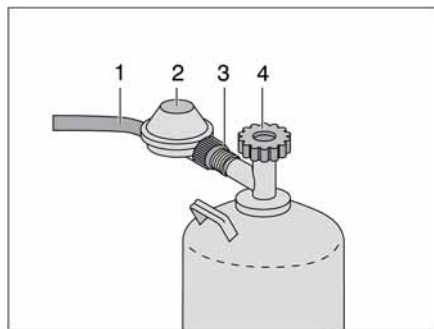

Bild 208 Anschluss Gasflasche
- Haupt-Absperrventil (Bild 208,4) an der Gasflasche schließen. Pfeilrichtung beachten.
- Gasdruckregler (Bild 208,2) festhalten und Rändelmutter (Bild 208,3) öffnen (Linksgewinde).
- Gasdruckregler mit Gasschlauch (Bild 208,1) von der Gasflasche abnehmen.
- Gasdruckregler (Bild 208,2) mit Gasschlauch (Bild 208,1) an die Gasflasche ansetzen und Rändelmutter (Bild 208,3) von Hand fest zudrehen (Linkswinde).